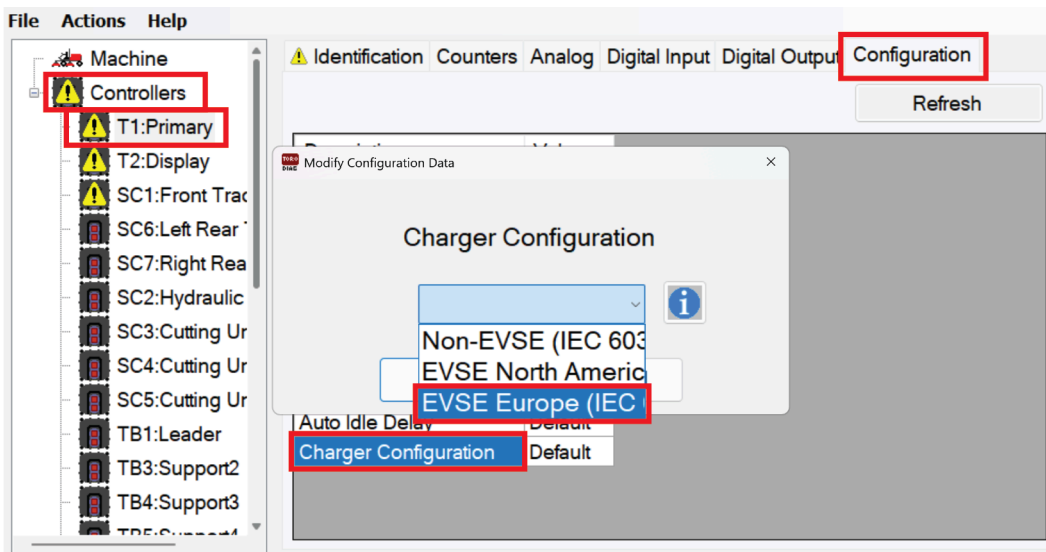

Bild 5
5. Das Fenster **Charger Configuration** [Ladegerätkonfiguration] wird eingeblendet. Wählen Sie die Option **EVSE Europa (IEC 61851)** (Bild 5).